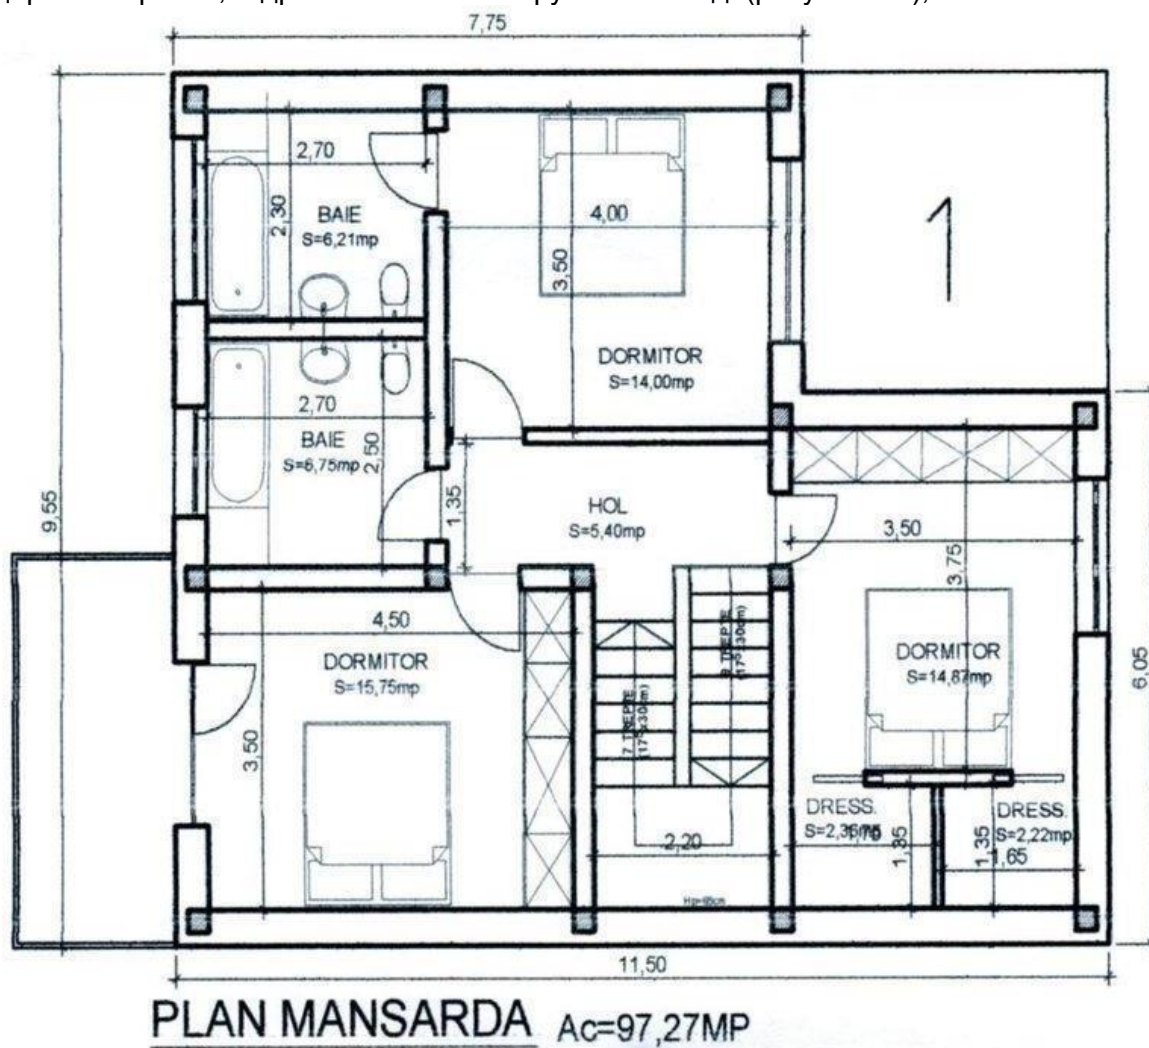

Рис. 1.2 Строительный чертеж
- *строительный чертеж* относится к представлению строительных конструкций, дорожных работ, гидротехнических сооружений и т. д. (рисунок 1.2);